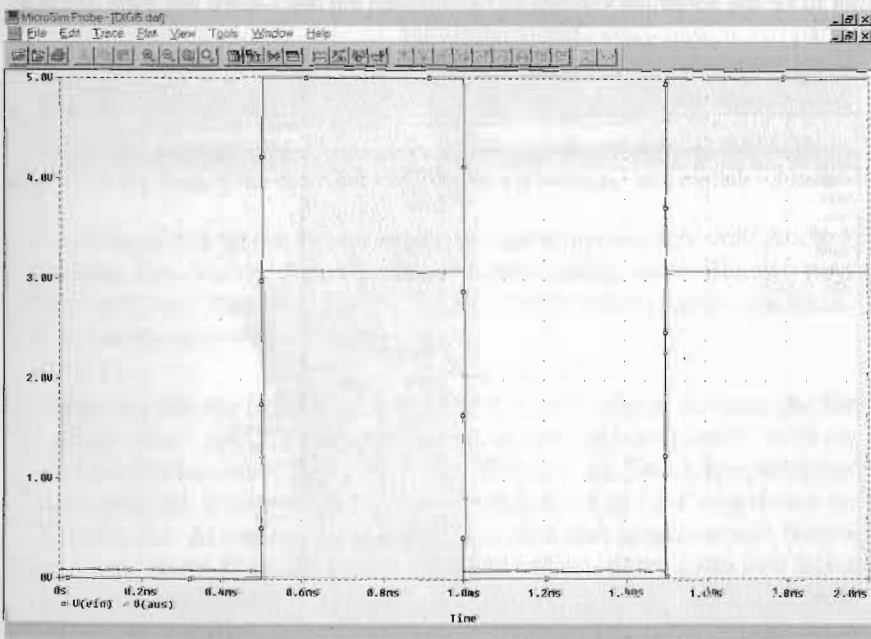

Bild 10.17: Der Verlauf von Ein- und Ausgangsspannung der Schaltung von Bild 10.5
- Bringen Sie in PROBE die analogen Knotenpunktpotentiale der Eingangsspannung $V(ein)$ und der Ausgangsspannung $V(aus)$ zur Anzeige (Bild 10.17). In der Mitte zwischen den beiden Invertern liegt ein rein digitaler Knoten. Dort ist kein Wert für die analoge Spannung verfügbar.